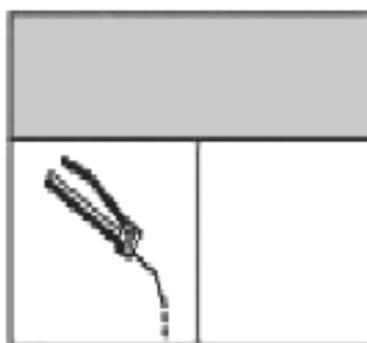

Рисунок 4
**Если конструкцией электродвигателя агрегата насосного предусмотрена дополнительная смазка подшипников (имеются тавотницы – см. рис. 4), его необходимо смазывать через каждые 5000 часов работы, если иное не указано в паспорте самого электродвигателя.**